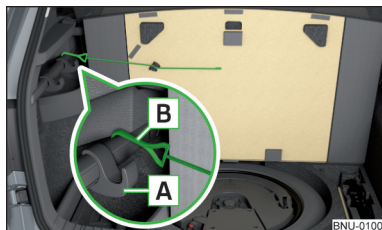

Fig. 138
- Desplazar hacia adelante lo más posible el gancho delantero **A** sobre la regleta y bajarlo hasta el tope » fig. 138.